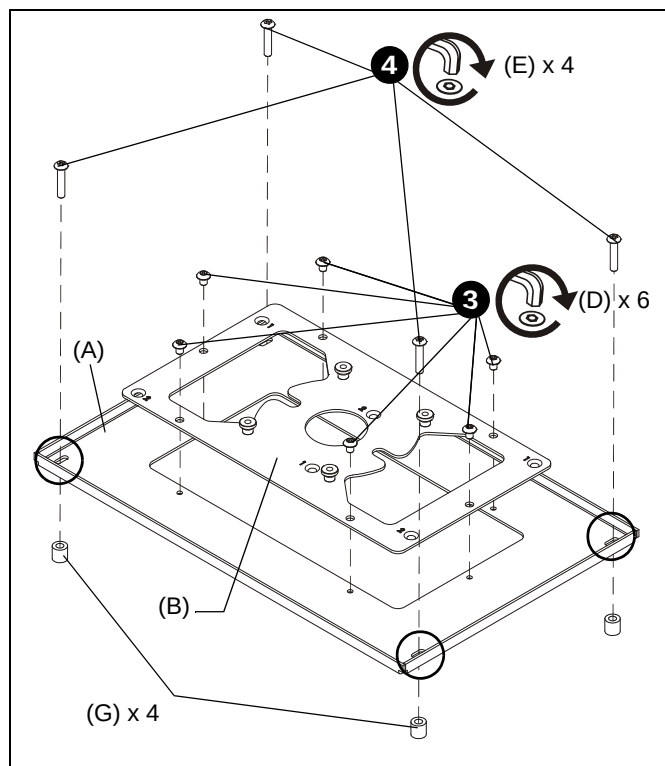

Figura 4
3. Fixe a placa de adaptação pequena (B) na placa de adaptação grande (A), utilizando seis parafusos de segurança de cabeça abaulada de 10-24 x 1/4" (D). (Veja a figura 4)
4. Fixe as placas de adaptação unidas no projetor usando quatro parafusos de segurança de cabeça abaulada de M4 x 20mm (E) e (se necessário) espaçadores (G) através de cada canto da placa de adaptação grande (A). (Veja a figura 4)